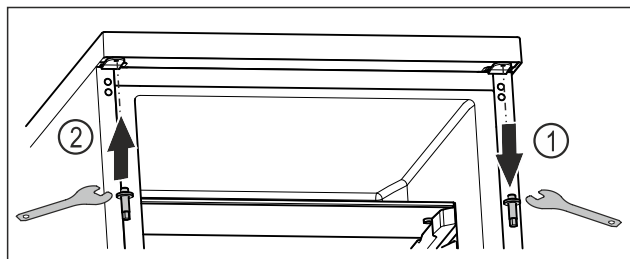

Fig. 15
- ▶ Svitare il perno superiore con una chiave esagonale. Fig. 15 (1)
- ▶ Avvitare il perno sul lato opposto con una chiave esagonale. Fig. 15 (2)